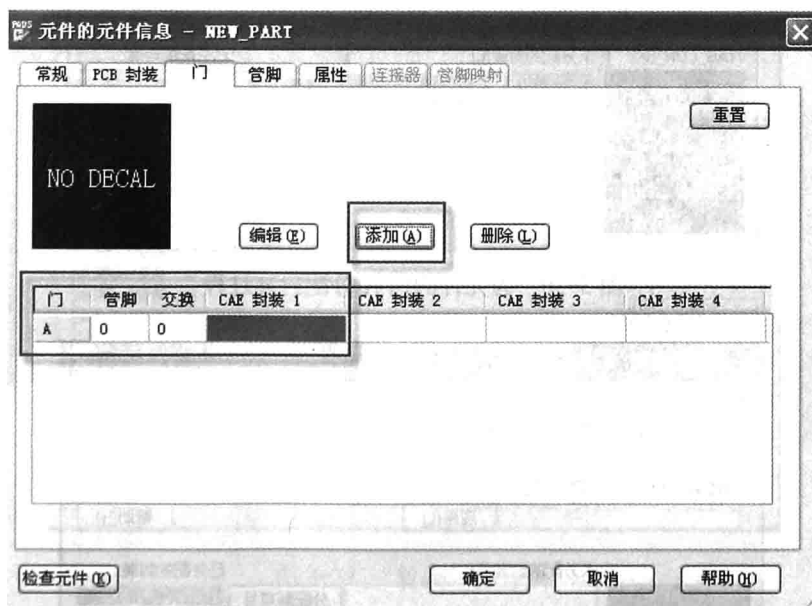
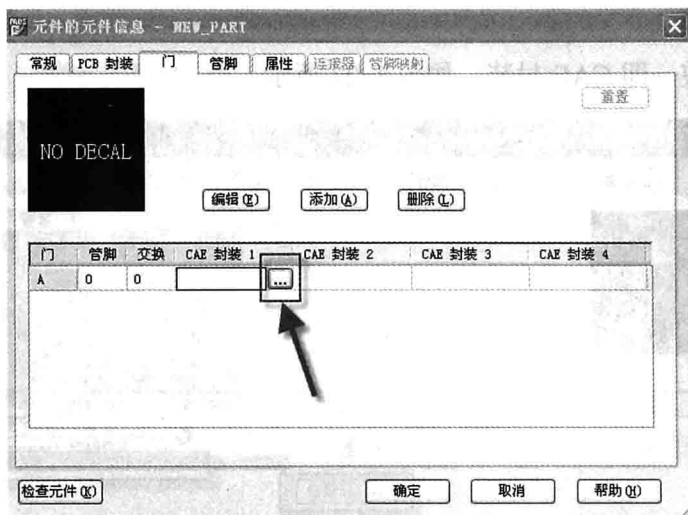

图 3-28 添加门
图 3-29 双击“CAE 封装 1”列表框
① 单击【添加】按钮，结果如图 3-28 所示。
② 双击图 3-28 中的“CAE 封装 1”栏 。双击后“CAE 封装 1”栏变成 ，然后单击  按钮，如图 3-29 所示。